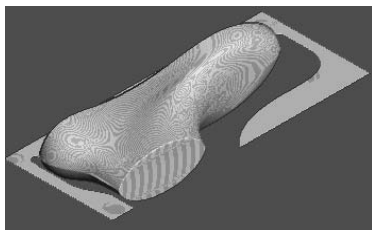

图 4-34 仿真加工结果 3
2) 在“仿真”工具栏的“当前刀具路径”下拉列表中选择要模拟的刀具路径 finish1, 然后单击“执行”按钮, 系统开始自动仿真加工, 仿真加工结果如图 4-34 所示。